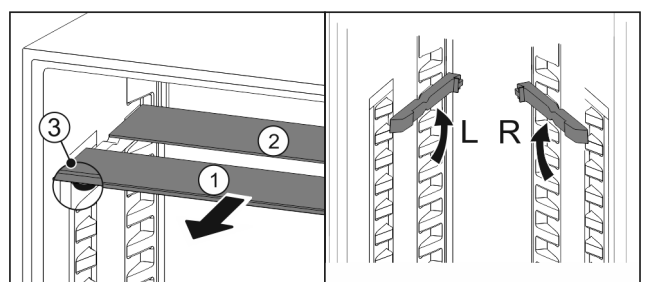

Fig. 54
- ▶ Húzza ki Fig. 54 (1) előre az üveglapokat egyesével.
- ▷ Az üveglap Fig. 54 (1) a díszléccel előre néz.
- ▷ Az ütközők Fig. 54 (3) lefelé mutatnak.